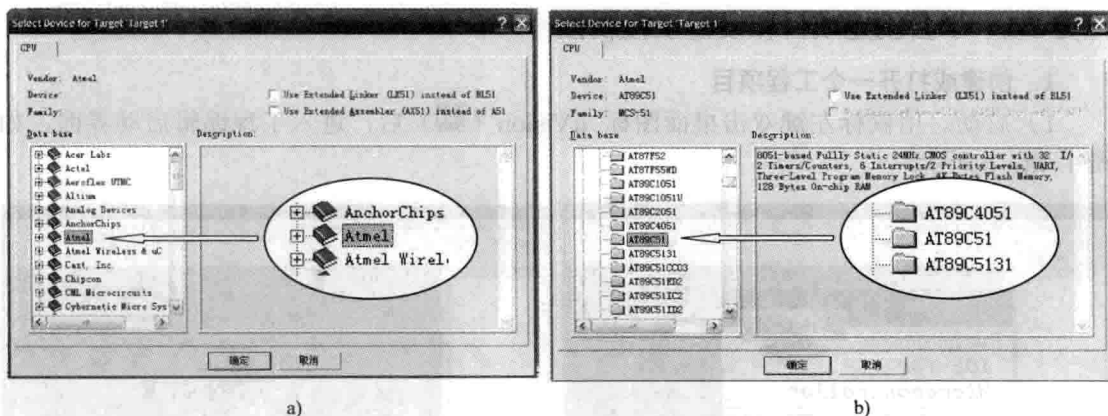

图 1-4 “选择单片机型号”对话框
3) 选择单片机型号。保存新项目后，系统弹出“选择单片机型号”的对话框，如图 1-4 所示。用户可按需选择使用的单片机型号。例如，选择 Atmel 公司的 AT89C51，如图 1-4b 所示。